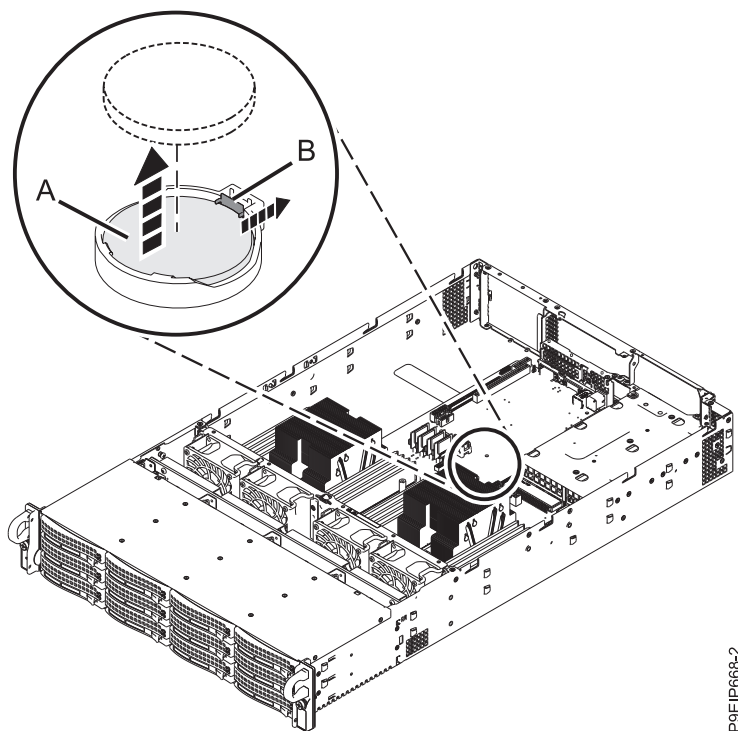

Figura 98. Local da Bateria do Relógio
3. Remova a bateria do relógio **(A)** empurrando a guia **(B)** fora da bateria, conforme mostrado na Figura 98. Ao remover a bateria, não utilize uma ferramenta metálica para desencaixá-la de seu slot.